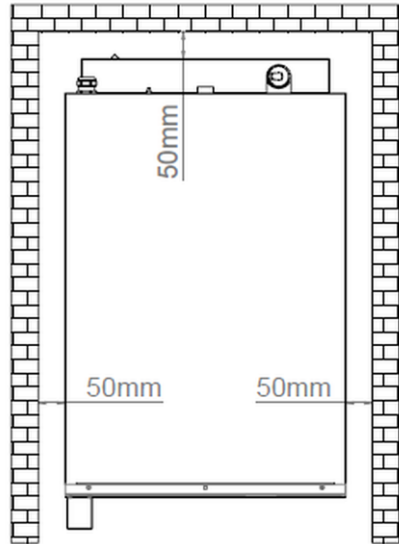

Рис. 3
- Соблюдать зазор не менее 50 мм со всех сторон от стен и других приборов (рис. 3).